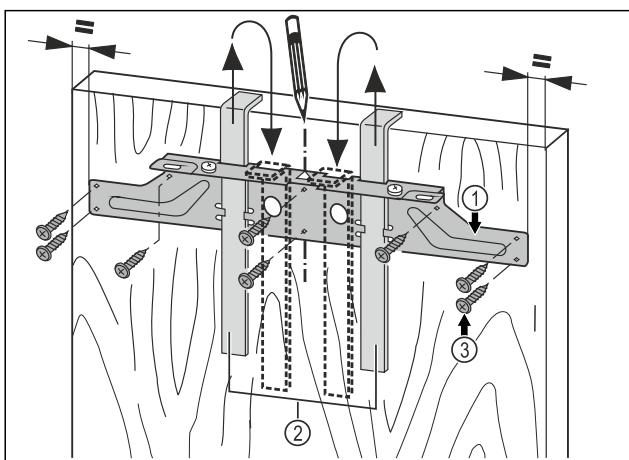

Fig. 17
- ▶ Agătați traversa de fixare Fig. 17 (1) cu ajutoarele de montaj Fig. 17 (2) pe partea interioară a ușii mobilierului.
- ▶ Aliniați traversa de fixare Fig. 17 (1) central pe ușă.
- ▶ Înșurubați traversa de fixare Fig. 17 (1) cu cel puțin 6 șuruburi Fig. 17 (3).
- ▶ Înșurubați traversa de fixare Fig. 17 (1) pe margine cu 4 șuruburi Fig. 17 (3).
- ▶ Scoateți ajutoarele de montaj Fig. 17 (2) în sus și introduceti-le rotite în deschiderile de montare adiacente.